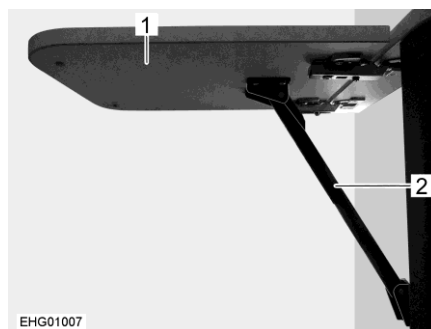

Bild 68 Thekenklapptisch
- Thekenklapptisch (Bild 68,1) unten greifen und mit leichtem Zug aus der Rastung ziehen.
- Tischplatte nach oben schwenken, bis die Fixierung der Teleskophalterung (Bild 68,2) greift. Tischplatte loslassen.
- Thekenklapptisch (Bild 68,1) außen greifen und leicht anheben. Mit der anderen Hand die Fixierung (Bild 68,2) an der Teleskophalterung nach unten schwenken.